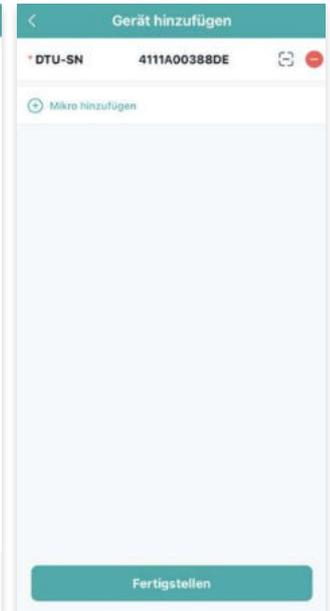

Abbildung 13
Trage die DTU Seriennummer (SN) ein. Diese befindet sich an dem DTU unter dem Strichcode (siehe Abbildung 13).